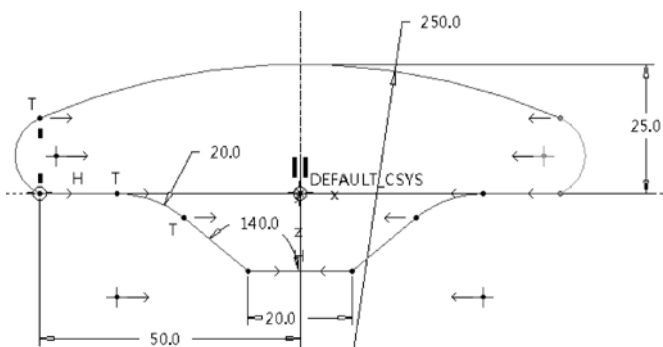

图 3-53 绘制拉伸的截面草图
- 单击“拉伸”按钮，选择 TOP 平面作为草绘平面，绘制如图 3-53 所示的截面。